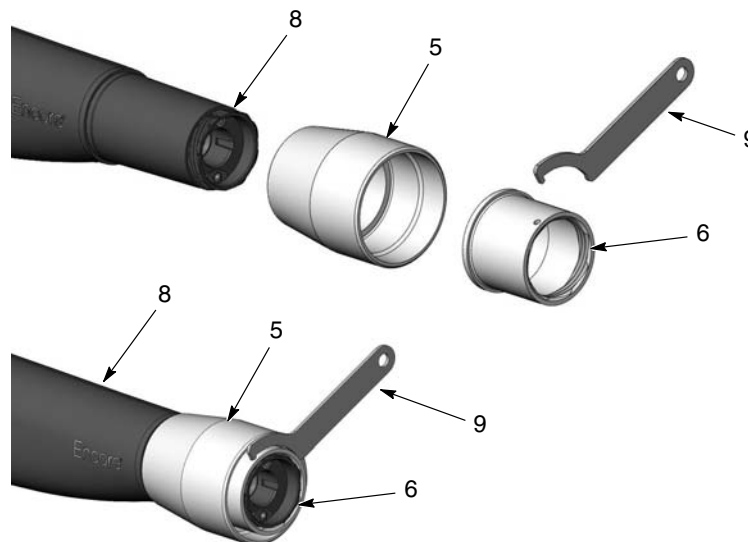

Figura 5 Instalación de las tuercas del cuerpo y de retención en la pistola de aplicación
4. Ver la figura 5. Deslizar la tuerca del cuerpo (5) por el extremo de la pistola de aplicación (8). Enroscar la tuerca de retención (6) en la parte delantera de la pistola de aplicación, utilizando la llave de gancho (9) incluida con la extensión. Con la tuerca de retención instalada, la tuerca del cuerpo tiene que poder girar libremente.
4. A no ser que sea necesario sustituir la tuerca del cuerpo o la de retención, se pueden dejar fijadas a la pistola de aplicación. Si hay que sustituir las, extraer la tuerca de retención de la pistola de aplicación utilizando la llave de gancho, tal y como se muestra en la figura 5.